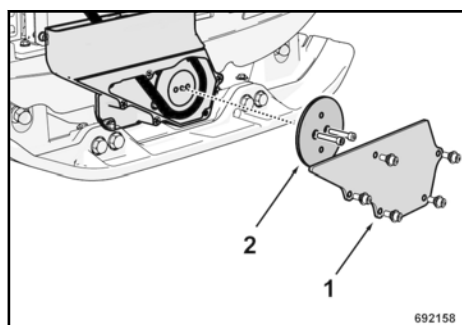

Fig. 52
Desmontar la tapa protectora (1) ↗ Fig. 52.